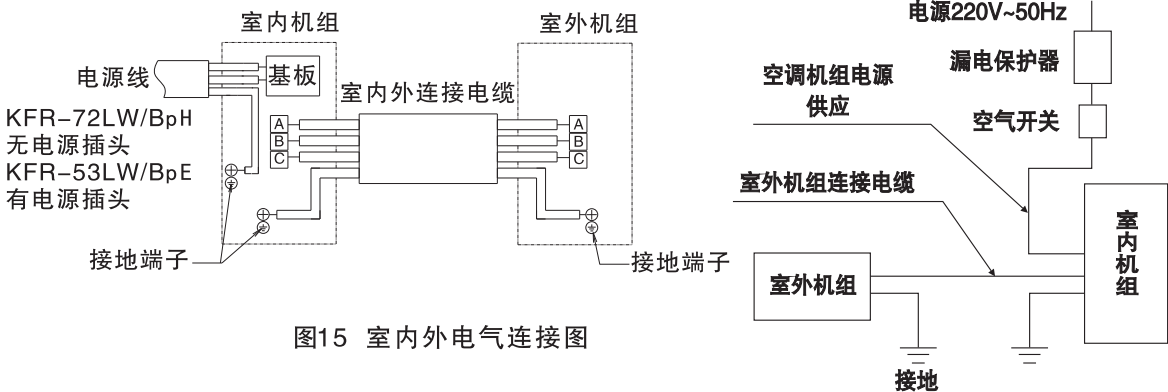

图15 室内外电气连接图
- (1) 用附件④连接电缆按接线图式要求正确地连接室内外机组，绝对不可连接错误(如图15)。
- (2) 连接电缆必须用室内外机组上的附属电线压板压紧。
- 接地线必须根据图15所示用连接电缆中黄/绿色导线接至带有“⊕”标记的接线端子上。